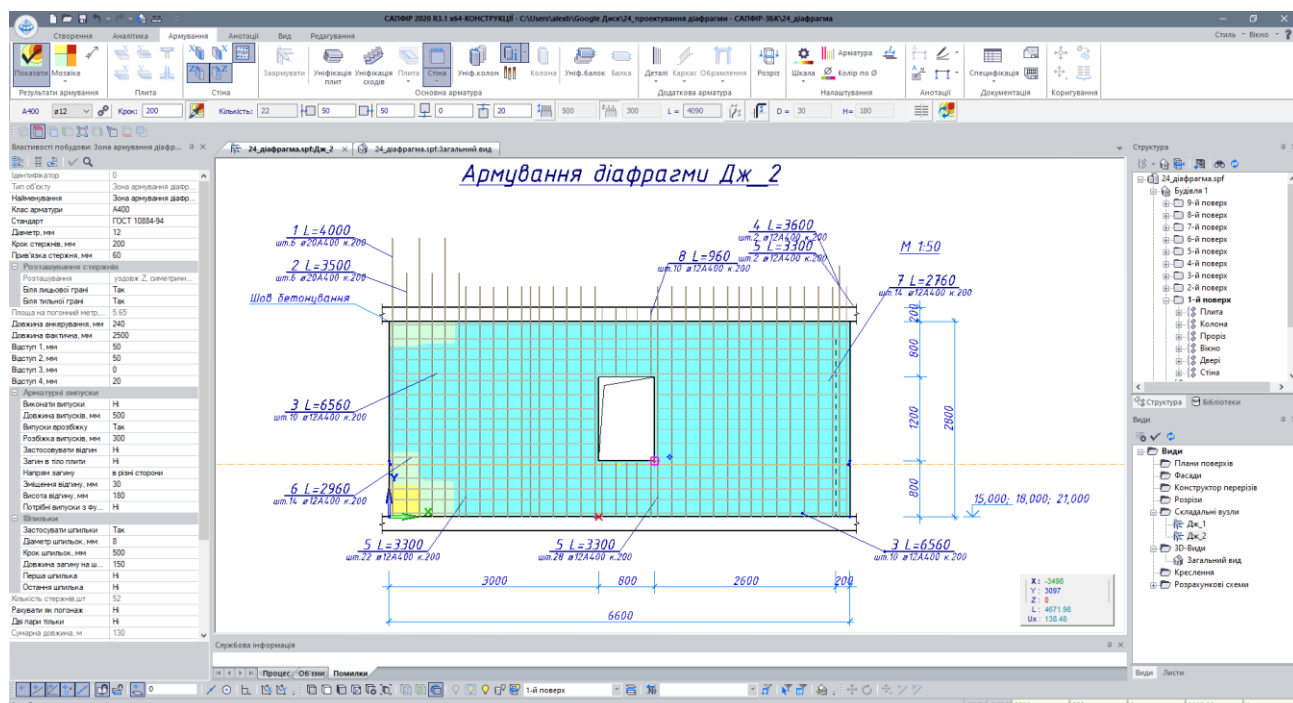

Рис. 24.14. Розміщення зони армування під вікном
- Розмістіть зону армування, вказавши ліву нижню точку зони в місці перетинання з метричною сіткою, праву верхню в місці перетинання з прорізом (рис. 24.14).